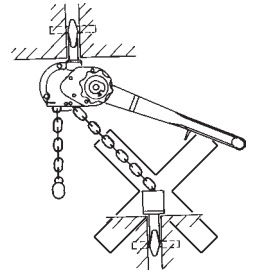

Fig. 4
- Evitare tiri inclinati o laterali (Fig. 4);